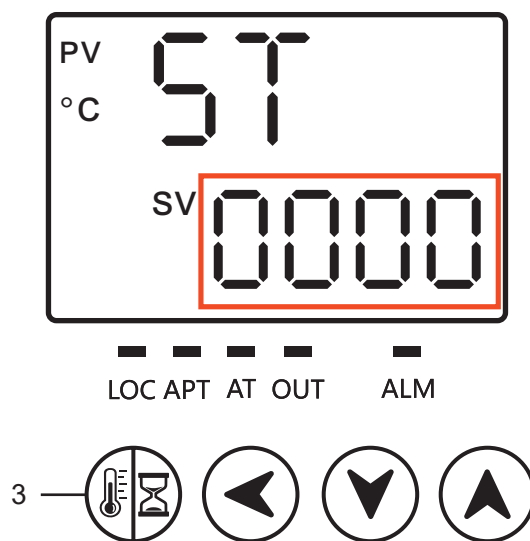

Figura 8. Desactivar temporizador
1. Para una operación continua (sin temporizador) presione 2 veces el botón 3  y utilice los botones: de desplazamiento (◀), de disminución (▼) y de aumento (▲) para definir el tiempo en “0” (Figura 8).